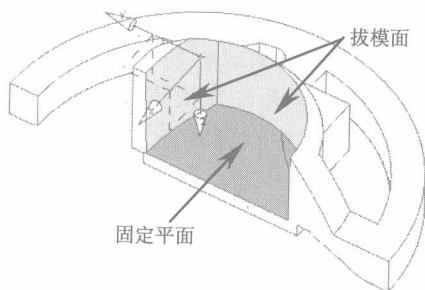

图1-23
- (1) 在菜单栏中选取【插入】/【细节特征】/【拔模】命令，弹出【草图】对话框。
- (2) 设置类型为【从平面】方式，参照图 1-23 所示，选择固定平面作为拔模的方向。
- (3) 参照图 1-23 所示, 选取固定平面以及拔模面, 设置拔模的角度为“1”, 单击 **确定** 按钮创建拔模特征。